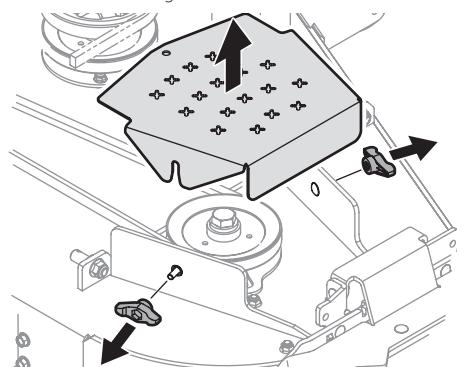

Figura 17
- Limpie la parte superior de la plataforma de corte, debajo de las cubiertas de husillos y del área de correas. Consulte la Figura 17.